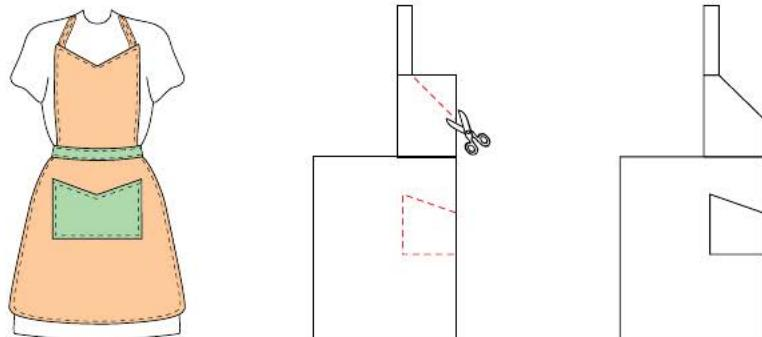

Рис. 6.34. Модель № 2
- чертёж пояса в форме прямоугольника шириной $\Pi\Pi_1 = 6$ см и длиной $\Pi\Pi_2$ (см. рис. 6.34):
На второй модели (рис. 6.34) верхнему срезу нагрудника и единственного расположенного по центру фартука кармана придана V-образная форма.